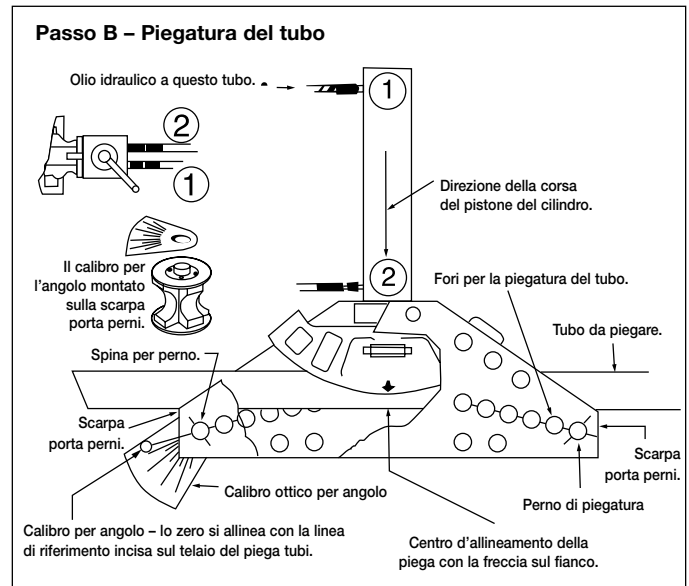

Figura 3, Piegatura del tubo
2. Fissare il calibro ottico dell'angolo in cima alla scarpa porta perni, come mostrato in Figura 3. Una spina di posizionamento sul calibro corrisponde ad un foro nella scarpa porta perni.